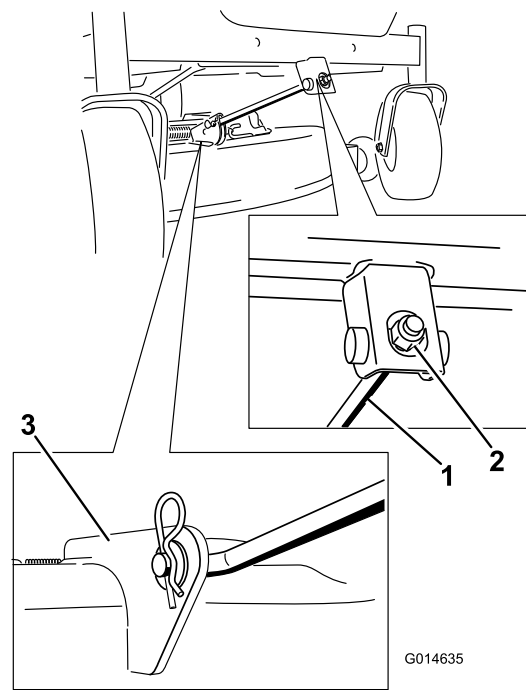

Bild 62
5. Entfernen Sie den Splint von der vorderen Stützstange und nehmen Sie die Stange aus der Mähwerkhalterung (Bild 62).
6. Befestigen Sie die vordere Stützstange mit den Lastösenbolzen und Splints am Mähwerk (Bild 62).